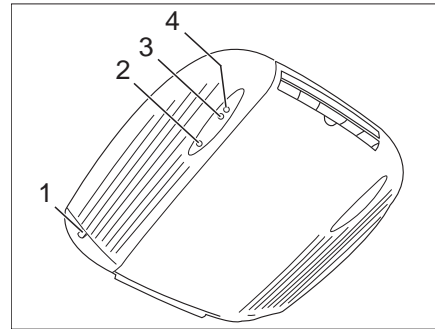

Fig. 203 Vue de l'intérieur
- Raccorder le véhicule à l'alimentation 230 V. La climatisation est prête à fonctionner. La DEL rouge (Fig. 203,2) s'allume.
- Le voyant de contrôle vert (Fig. 203,3) indique le fonctionnement de refroidissement, le voyant de contrôle rouge (Fig. 203,4) le fonctionnement de chauffage.